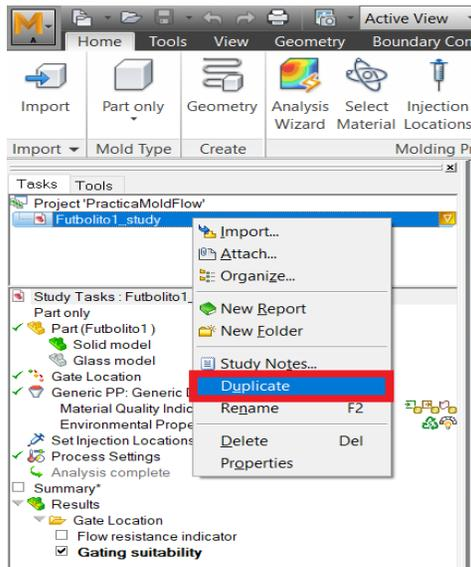

Figura 6.12 Duplicar proyecto.
- En la barra a la izquierda de la pantalla, en la sección de Project, dar click derecho en **Futbolito1_study** (Figura 6.12).
- Dar click en **Duplicate** (Figura 6.12).